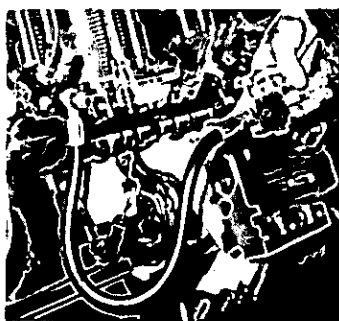

Fig. 41
- applicare l'attrezzatura 5.9030.457.0 sul raccordo di mandata gasolio (fig. 41) e spurgare l'aria dall'apposita vite della pompa d'iniezione;